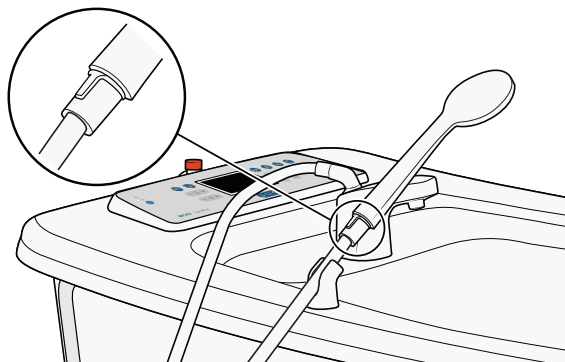

Figure 24
3. Assurez-vous que le guide est dans la bonne position. Voir Figure 24.